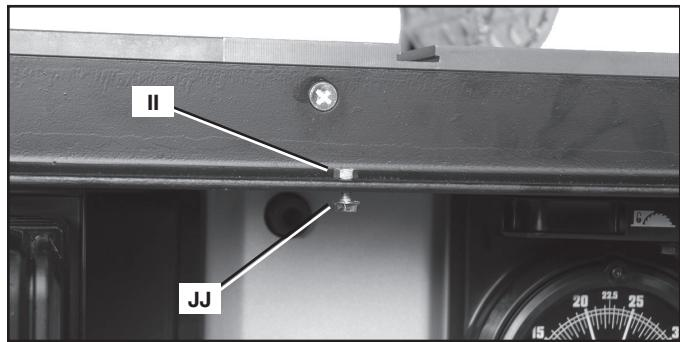
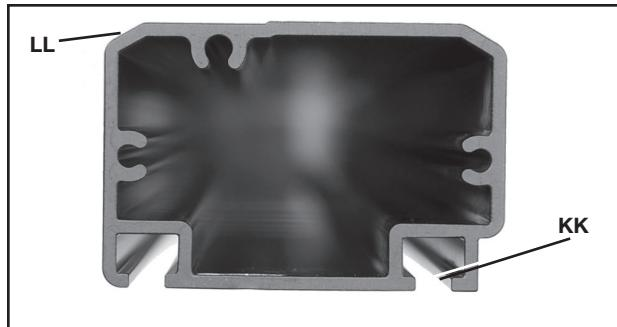
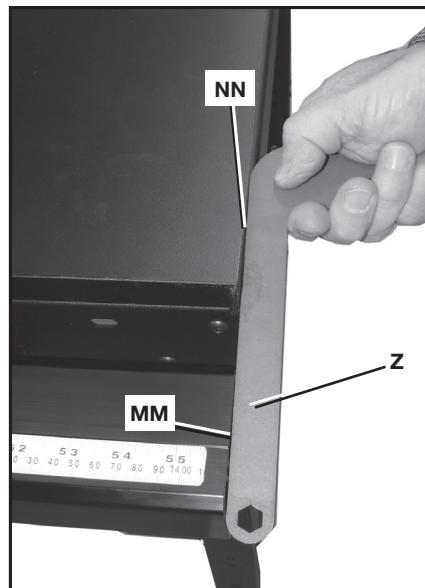

FIG. 15
FIG. 16B
FIG. 18
- Insérer une vis à tête hexagonale de 1/4-20 x 16 mm (5/8 po) (II) vers le bas dans un trou de la barre de guidage avant et visser de quelques tours un écrou à embase cannelés de 1/4-20 (JJ), comme l'illustre la fig. 15.
- Glisser le trou du tube du guide (KK) fig. 16B sur le premier vis à tête hexagonale du côté gauche (comme l'illustre la fig. 17). S'assurer que le ruban à mesurer (LL) fig. 16B ou fig. 17 se trouve à l'avant de la scie avant de commencer. En progressant vers le bas, glisser le tube du guide autour de chacun des sept vis à tête hexagonale (II) fig. 15 jusqu'à ce que le bord métallique (MM) fig. 18 à l'extrémité droite du tube du guide (PAS LA PAC EN PLASTIQUE) soit en affleurement avec l'extrémité droite (NN) de la rallonge de table. Utiliser le gabarit inclus (Z) pour assurer que le bord droit du guide soit bien en affleurement avec la partie en bois de la table, comme l'illustre la fig. 18.
- Serrer à fond toutes les écrous à embase cannelées de 1/4-20 (JJ) fig. 15 pour fixer le tube du guide à la barre de guidage.
REMARQUE : si le pointeur ne peut pas être mis à zéro, desserrer les écrous cannelés (JJ) fig. 15 sous le tube du guide et ajuster le tube du guide en fonction du besoin. Resserrer les écrous (JJ).